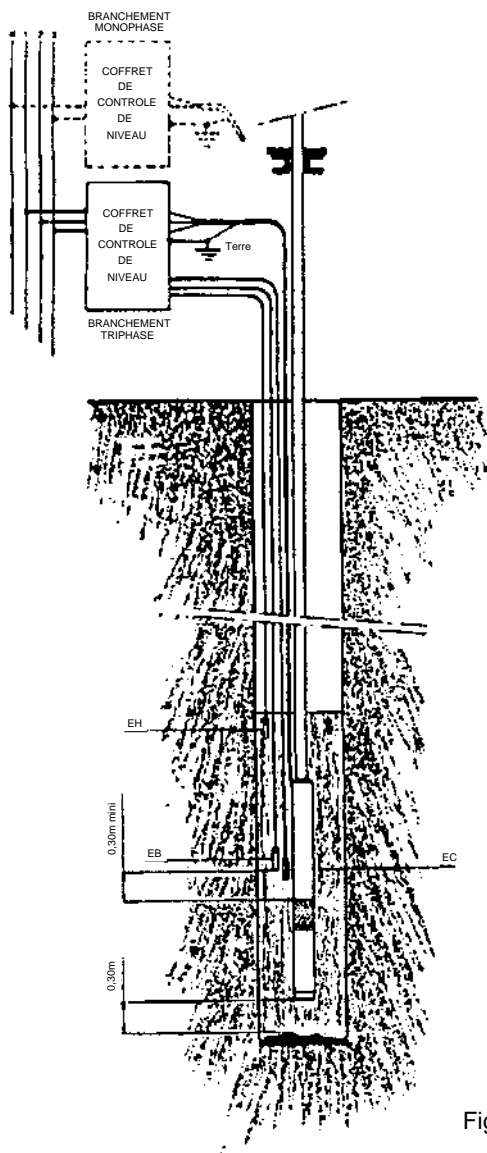

Fig. 4
Lorsque le niveau d'eau remonte à l'électrode haute EH, le circuit de commande est rétabli et l'électropompe remise en marche (voir fig. 4).
- L'électrode basse EB doit être placée au moins à 0,3 mètre au-dessus de la crépine de la pompe (voir fig. 4).
L'électrode commune EC est à installer en dessous de l'électrode basse (0,10 mètre minimum) (voir fig. 4).